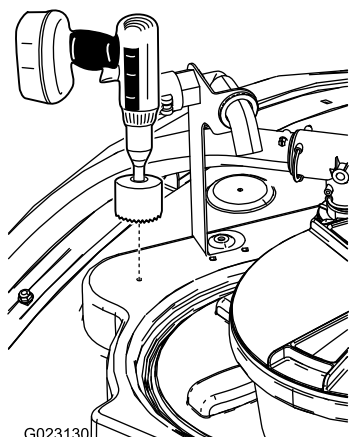

图 15
1. 在药缸顶部找到向前位置如图 15 所示。
2. 使用 9cm 孔锯在钻孔标记图 15 处钻孔。